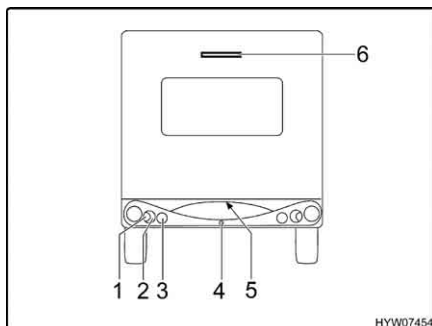

Fig. 179 Luci posteriori (Feeling)
- Svitare le viti degli involucri (Fig. 179,1 a 3 e 5).
La terza luce freno (Fig. 179,6) va sostituita assieme al suo involucro.